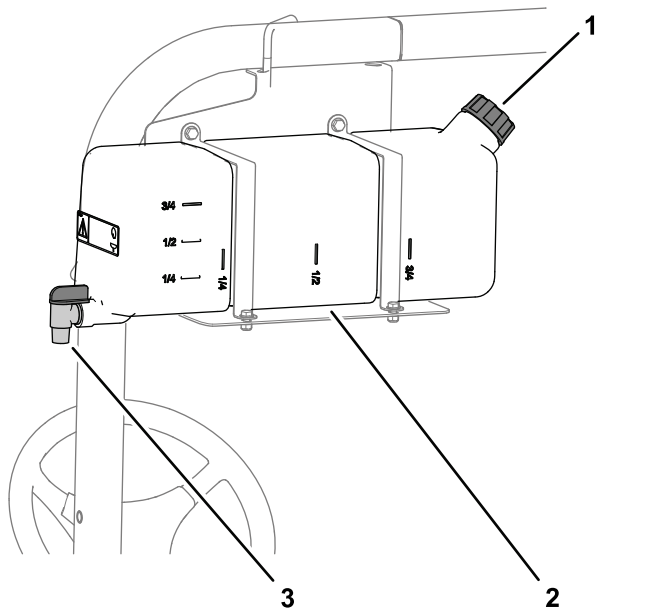

Figure 17
- Pour remplir le réservoir, dévissez le bouchon situé sur le dessus, remplissez-le d'eau douce puis revissez le bouchon en place (Figure 17).
- Pour ouvrir le robinet du réservoir d'eau douce, tournez le levier sur le robinet (Figure 17).